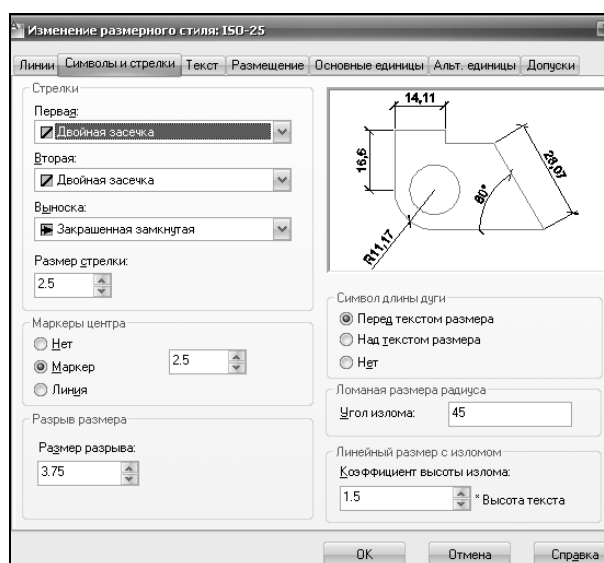

Рисунок 27 – Диалоговое окно «Новый размерный стиль», вкладка «Символы и стрелки»
– Вкладка «Символы и стрелки» в поле «Размерные стрелки» необходимо установить вид стрелки (двойная засечка) и указать ее размер (рис. 27). Все изменения будут отражены в диалоговом окне на примере.